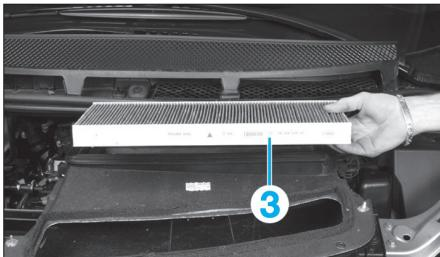

Fig. 2
- Sortir le filtre (3) (**Fig.2**).